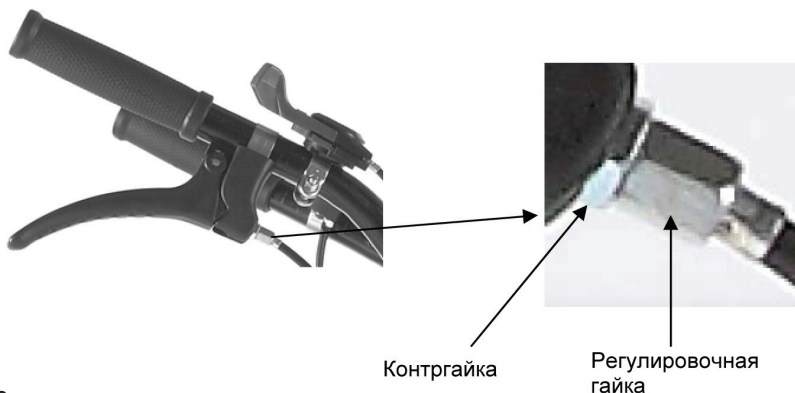

Рис. 6
7. После запуска культиватора, в случае необходимости, отрегулируйте натяжение тросика сцепления. Для этого ослабьте контргайку (Рис. 6). Отрегулируйте натяжение тросика сцепления регулировочной гайкой. Для ослабления натяжения тросика закручивайте гайку по часовой стрелке, для натяжения – откручивайте регулировочную гайку против часовой стрелки. После регулировки затяните контргайку.